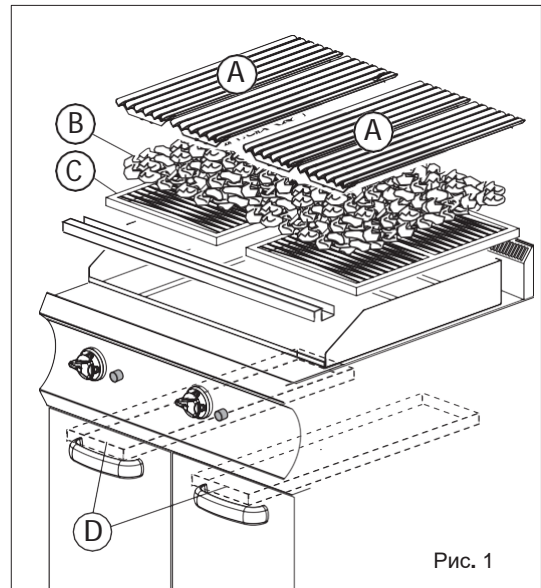

Рис. 1
- Поднимите и извлеките жарочные решетки (рис. 1/A)
- Равномерно распределите в надлежащем месте лаву, находящуюся в прилагаемом мешке (около 6 кг), чтобы обеспечить устойчивость решеток на брызгозащитном ограждении (рис. 1/B).